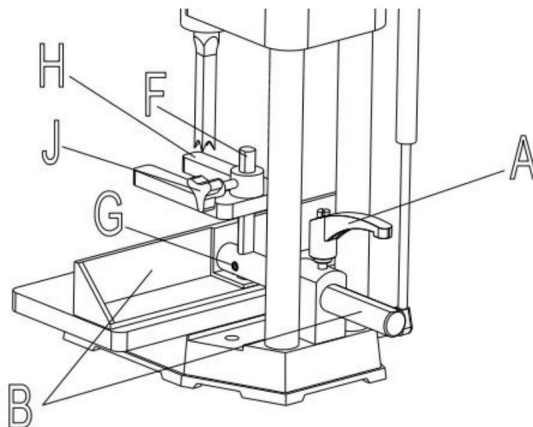

Afbeelding 6
1. Monteer de tafel (A) Afb. 6, aan de basis met behulp van de twee M6x1x35mm platte kop schroeven (B). Plaats de twee schroeven (B) in de twee gaten (D) in tafel (A). Plaats de twee T-moeren (C) in de daarvoor bestemde sleuven (E) aan de onderkant van de basis en draai ze vast. Draai de twee schroeven (B) stevig in de twee T-moeren (C).
2. De tafel (A) Afb. 6, kan naar binnen of naar buiten worden bewogen door de twee schroeven (B) los te draaien, en de tafel opnieuw positioneren en vervolgens de schroeven (B) vastdraaien.